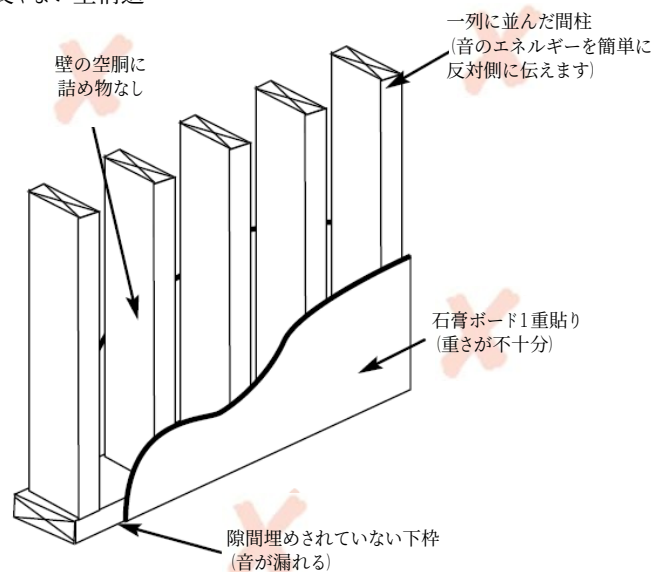

図 7
- 壁を調べることから始めましょう。目に見える隙間や開口部を探してください。誰かを壁の向こうに行かせて音を発生させ、問題箇所を正確に知るようにしましょう。可能な限り、壁構造が分かるように調べてください。コンクリートブロックでしょうか？軽量コンクリートブロックの中には非常に多孔質であり、実際には大部分の音を透過させるものがあります。木性や金属性の間柱に石膏ボード1層を取り付けた断熱材なしの壁であれば、おそらく大変な騒音がまともに通り抜けるでしょう。（図7参照）